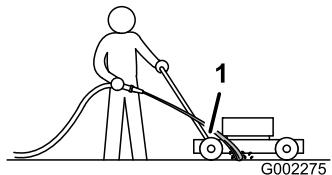

Figura 41
3. Sujete la manguera a la altura del manillar y dirija el agua para que fluya sobre el suelo justo por delante de la rueda trasera **derecha** (Figura 41).